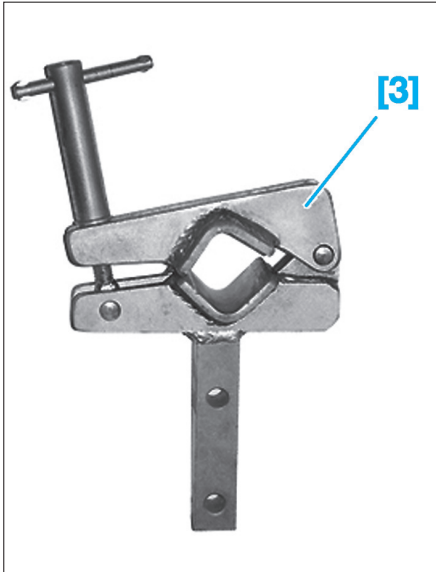

Fig. 7
- [3]. Outil de maintien du corps d'amortisseur dans l'étau (Ref. Facom D22) (Fig.7).